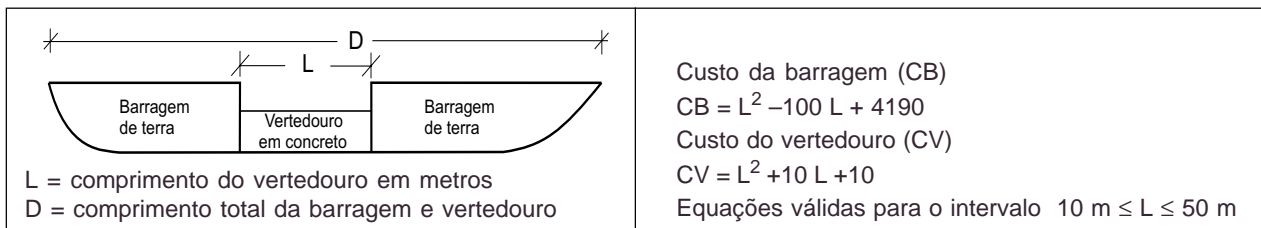

Figura 2 – Esquema da barragem e do vertedouro
* No local B, será feita uma barragem de terra com um vertedouro em concreto no corpo da barragem, como mostra a Figura 2. Os custos em unidades monetárias da barragem de terra e do vertedouro podem ser expressos pelas equações abaixo, em função do comprimento do vertedouro (L) em metros.